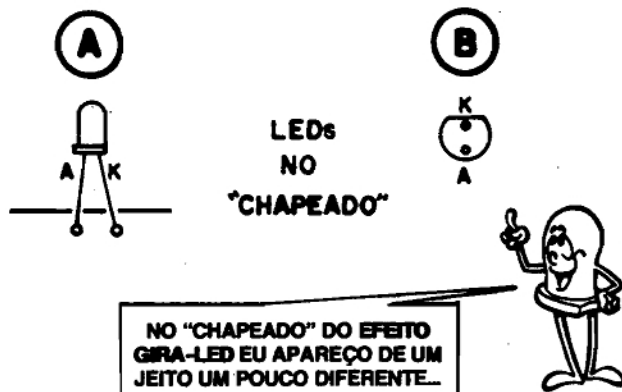

Fig.4
**FIG. 4 - A REPRESENTAÇÃO "ESPECIAL", ADOTADA PARA OS LEDs, NO "CHAPEADO"** - Normalmente, nos "chapeados" do ABC (vista real das peças, sobre a face não cobreada do Impresso), os LEDs são estilizados conforme vemos no item A da figura, quase que em sua aparência "verdadeira", uma vez que frequentemente tais componentes estão agregados à placa, porém "fora dela", ligados junto às bordas, a ilhas periféricas, ou mesmo a pedaços de fio fino que fazem a "ponte" entre componente/placa... A especial configuração de **lay out** e de **display** do EFEITO "GIRA-LED", contudo, obriga-nos a usar uma estilização alternativa, de modo a não causar confusões visuais no "chapeado"... Assim, excepcionalmente, os LEDs aparecem conforme esquematizado em 4-B, na forma de um pequeno círculo "chanfrado",